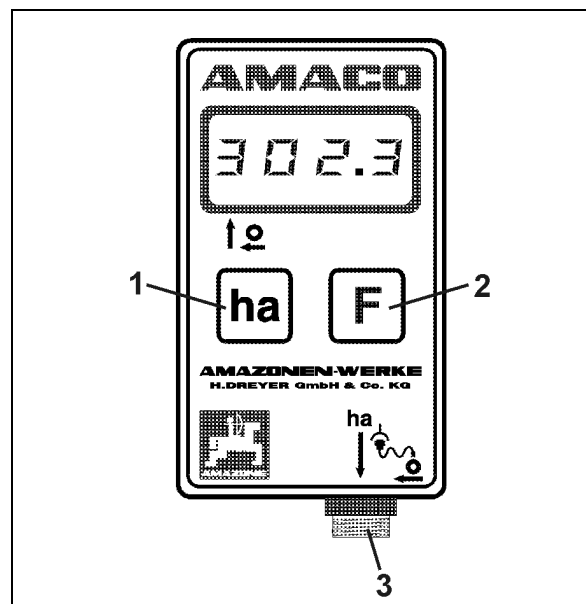

Fig. 3
Tecla  (Fig. 3/1).
Tecla  (Fig. 3/2)
- **Sensor de conexión (Fig. 3/3).**